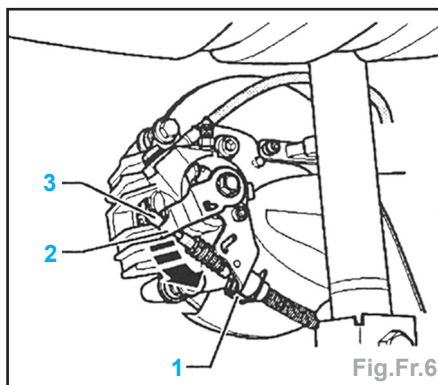

Fig.Fr.6
- Déposer le clip (1) (Fig.Fr.6).
- Enfoncer le levier de frein (2) dans le sens de la flèche et accrocher le câble de frein à main (3) (Fig.Fr.6).
- Reposer le clip (1).